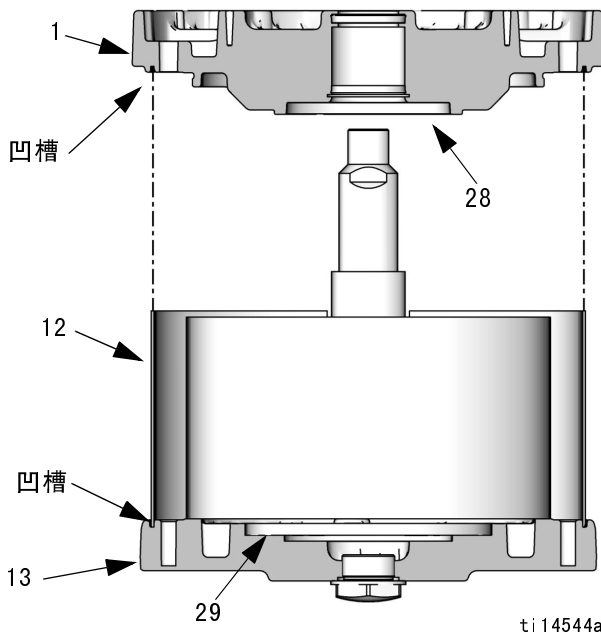

图 13: 将罩对准上下盖的凹槽。
- 润滑 O 形圈 (9*) 并安装到下盖 (1) 上。
- 仅限 M07xxx、M12xxx 和 M18xxx: 在下盖 (1) 上安装活塞减震环 (28)。
- 请参见图 13。小心地将下盖 (1) 放在圆筒 (11) 上, 滑动拉杆穿过轴承。上盖和下盖的歧管面必须对准。确保罩 (12) 装入上下盖的凹槽中。